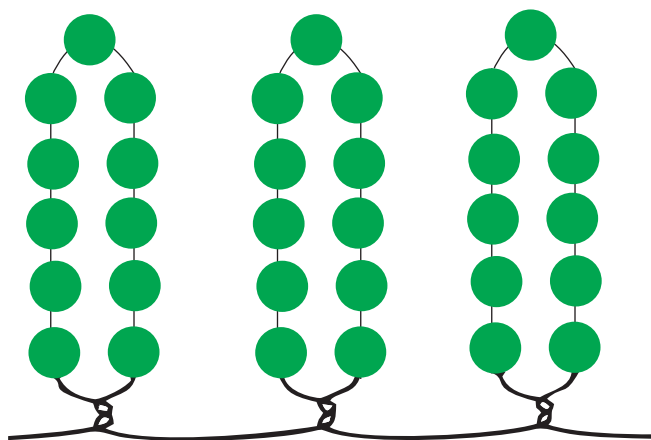

Рис. 5. Петельное плетение
4. Петельное плетение (рис. 5). На проволоку набирается необходимое количество бисера, после чего проволоку перекручивают для фиксации бисера в петле.